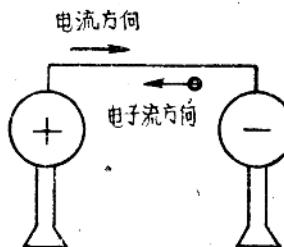

图1.7 电流的产生与方向
如图1.7，在正、负两带电体之间用导线连接，负极上多余的电子就会沿着导线跑向缺少电子的正极，但这些电子并非直接跑向正极，而是通过一个个的原子传递过去的，比如以一个电子来说，当它跑到导体负端第一个原子时，第一个原子在外力作用下接受了它，而同时又排挤出去另一个电子进入第二个原子，第二个原子又排挤出另一个
2. 电流的方向。电子运动的方向是由负到正，这叫电子流的方向，而我们习惯上则说电流的方向是由正到负，这与电子流的方向恰恰相反（如图1.7）。这是因为在确定电流方向的时候，人们还没有发现电子的存在，以为正电荷可以运动，并认为正电位高于负电位，因此就确定电流的方向是从正到负，这是实用上的电流方向，因为人们已沿用习惯；许多定则、定律又都是按这个电流方向确定下来的；同时它对于解释各种电的现象并无妨碍，因此就没有修改的必要。今后我们所说的电流方向也都是指由正到负的习惯方向。
①按照传导的形式可分为传导电流、离子电流和位移电流三种：